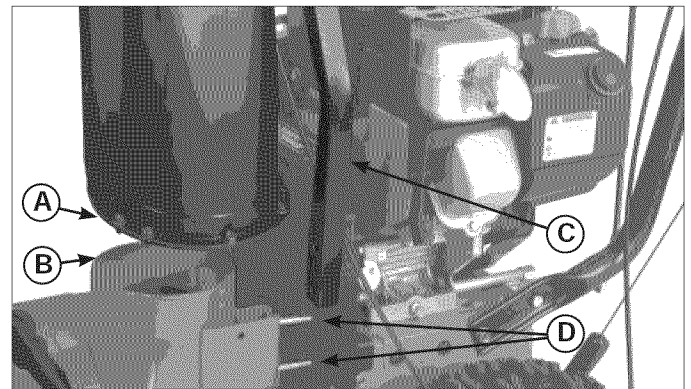
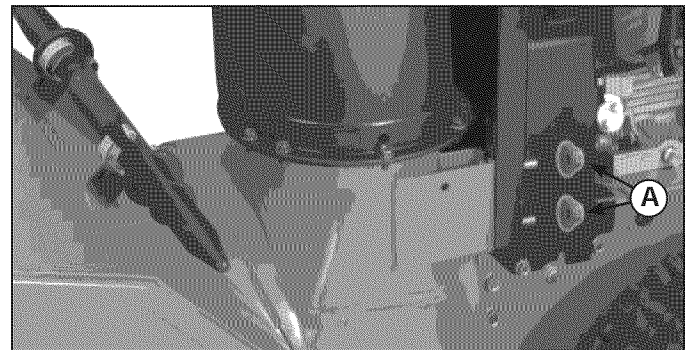

Figura 8. Montaje de la rampa y el dispositivo de rotación
Figura 9. Pernos de cabeza redonda
2. Deslice la base de la rampa (A, Figura 8) en el compartimiento de la barrena (B).
3. Deslice el tubo de apoyo (C) en los pernos de cabeza redonda (D).
4. Enrosque dos tuercas con brida de 3/8 de pulg. (A, Figura 9) en los pernos de cabeza redonda y apriete con una llave de 9/16 de pulg.
Palanca de bloqueo de la tracción: (Solamente series 1100) La rueda de tracción derecha solamente se puede soltar utilizando el bloqueo de tracción (ver Figura 9). Esto permite que la unidad se mueva fácilmente con el motor apagado.